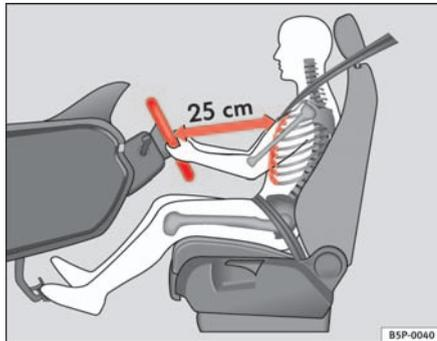

Abb. 123 Lenkradposition einstellen
- Schwenken Sie den Hebel ⇒ Abb. 123 unter der Lenksäule nach unten ⇒ ⚠.